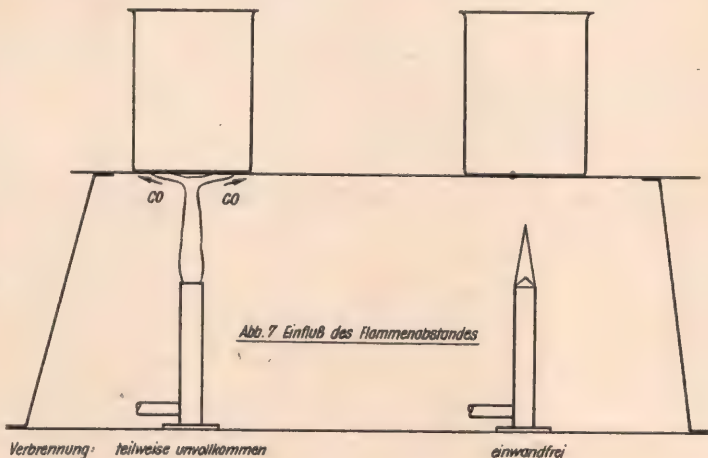

Abb. 7 Einfluß des Flammenabstandes
Während es demnach unzählig viele Punkte in der Zeichenebene (alle Punkte der Mittelsenkrechten) gibt, die von zwei gegebenen Punkten gleich weit entfernt sind, zeigt die Abb. 7, daß es dagegen nur einen einzigen Punkt (M) geben kann, der von drei nicht in einer geraden Linie gelegenen Punkten P_1 , P_2 und P_3 gleich weit entfernt ist. Die Abb. 8 weist nach, daß man zum Auffinden dieses Punktes M nur zwei Mittelsenkrechten benötigt.
Kohlenoxyd entsteht auch, wenn das Flammenvolumen in falschem Verhältnis zum Verbrennungsraum steht. Bei zu kleinem Verbrennungsraum kann sich die Flamme nicht voll entfalten, sie stößt an (Abb. 7). Dabei ist die Verbrennung unvollkommen. Das ist z. B. der Fall, wenn bei einem Haushaltgaskocher der Abstand zwischen Topf und Brenner zu klein ist. Im Normalfall ist dieser Abstand vom Herstellerwerk des Kochers durch die festangebrachte Topfauflage richtig eingestellt. Ziehen die Abgase nicht ab, erstickt die Flamme in ihren eigenen Verbrennungsgasen (z. B. bei zu kleinem Abgasquerschnitt oder falsch angebrachtem Abzug). Das ist besonders gefährlich, weil dann unverbranntes Gas ausströmt, was zu Gesundheitsstörungen und unter Umständen zu Explosionen führen kann. Man sollte auch nicht, wie es vielfach gehandhabt wird, erst den Gasschalter öffnen und dann das Streichholz anreißen, um das Gas am Brenner zu entzünden. Es strömt doch unnötig viel Gas ungenutzt aus, was neben der Geruchsbelästigung auch die Kohlenoxydkonzentration in der Raumluft erhöht, denn das unverbrannte Stadtgas enthält etwa 15 % CO. Beim Abschalten der Gasflamme sollte man immer zuerst den Gasschalter am Gerät schließen, erst dann den Hahn in der Leitung, um einem Zurückschlagen der Flamme in den Gas Schlauch vorzubeugen. Es ist vorgekommen, daß als Folge des Zusammenwirkens ungünstiger Umstände die Flamme bis in den Gas-